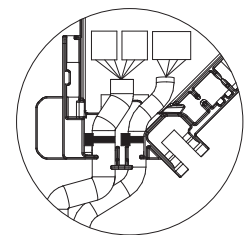

Fig. 10-15
- Βεβαιωθείτε ότι η ταινία που στερεώνει τα σύρματα διακλάδωσης του αισθητήρα i-See και του δέκτη σήματος έχει τοποθετηθεί στο εσωτερικό του πίνακα σύνδεσης. (Fig. 10-15)